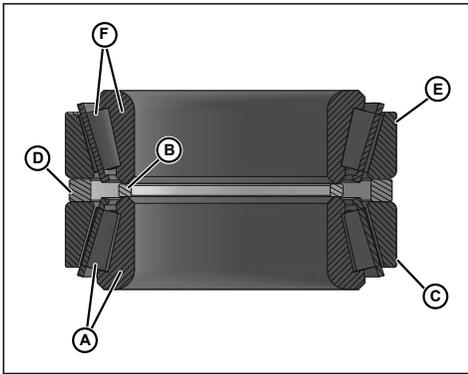

Ilustración 78 - Montaje del rodamiento
NOTA: NO intercambie las partes de los montajes de rodamientos entre sí. Las partes son emparejadas de forma precisa durante su fabricación y deben ser instaladas como un montaje emparejado. Consulte la Ilustración 78.
3. Levante el cono inferior y el montaje del rodamiento (Ilustración 78, elemento A) fuera de la pila de rodamientos y colóquelo en el eje, con el radio orientado hacia abajo. Presione hacia el eje hasta que esté asentado contra el soporte del eje. Presione únicamente el cono interno.